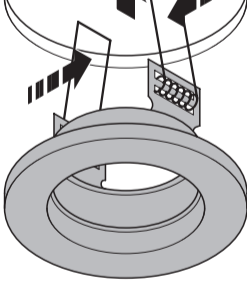

Fig. 2
3. Federn zusammendrücken und Strahler in das ausgesägte Loch einsetzen (siehe Abb. 2).
3. Press the springs together and place the lamp in the sawn out hole (see Figure 2).